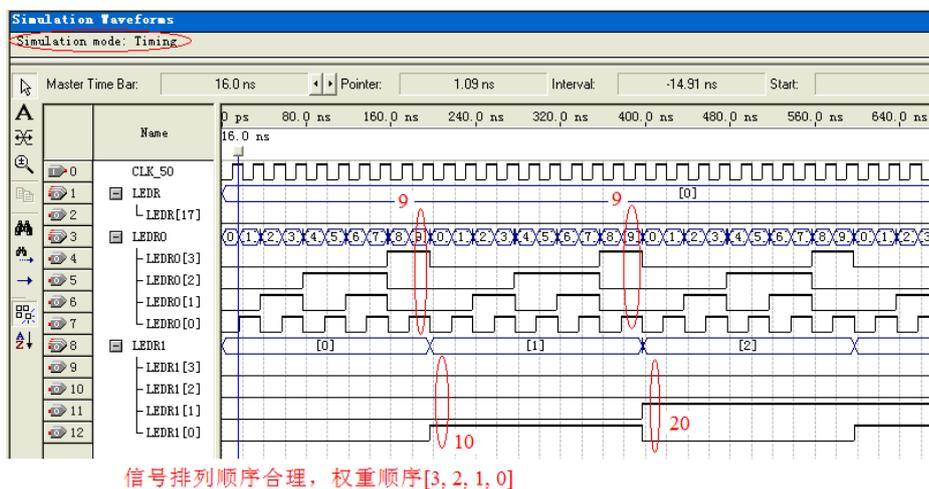

图 13-7 第 2 次模 100 计数器时序仿真
12. 再次进行仿真。参看图 13-7。可见本次两个 74160 器件的 BCD 码的权重设定是正确。